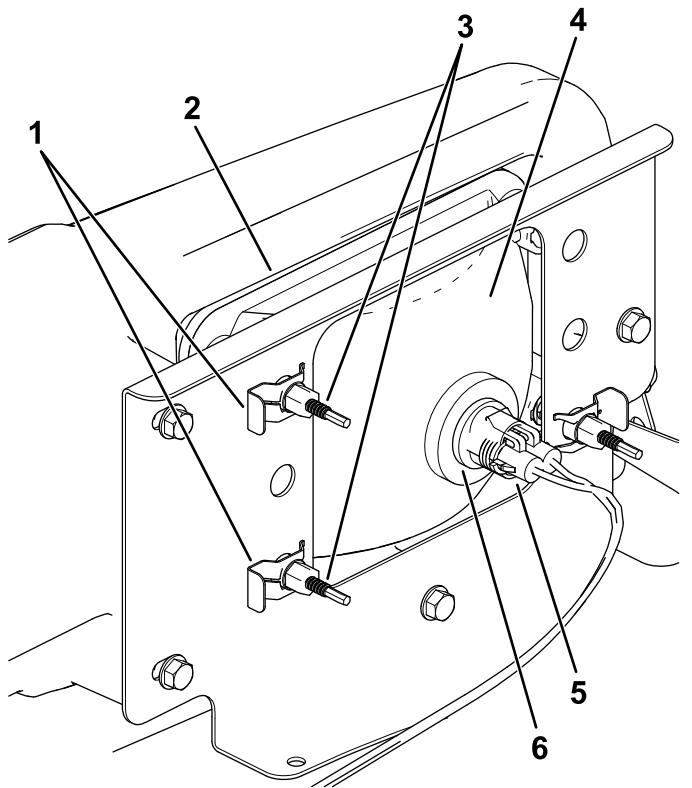

Figura 52
3. Desconecte el conector eléctrico del arnés de cables del conector del conjunto de la lámpara (Figura 52).
4. Retire los conectores rápidos que sujetan el faro al soporte del faro (Figura 52).
5. Retire el faro desplazándolo hacia adelante y pasándolo por el hueco del parachoques delantero (Figura 52).
6. Introduzca el faro nuevo a través del hueco del parachoques (Figura 52).
7. Sujete el conjunto del faro con los conectores rápidos que se retiraron en el paso (4).
8. Conecte el conector eléctrico del arnés de cables al conector del conjunto de la lámpara (Figura 52).
5. En la parte trasera del faro, gire los tornillos de ajuste (Figura 52) para pivotar el conjunto y ajustar de la posición del haz de luz.